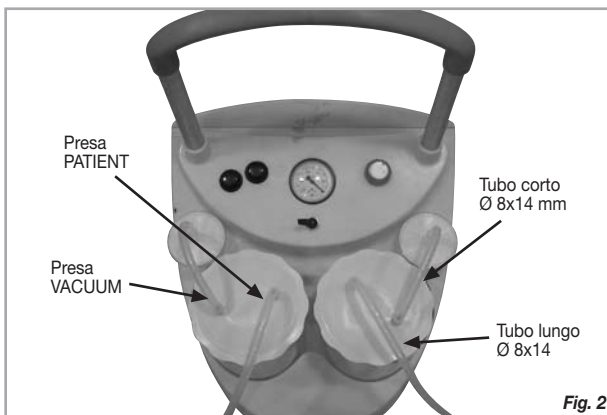

Fig. 2
1. Das Gerät laut Abbildung 2 und 2a anschließen: die Enden der sterilisierten kurzen Silikonschläuche an die Anschlussstutzen "INLET" des Absauggerätes und an den Stutzen „VACUUM“ der Behälter anschließen. Den langen Schlauch mit dem Stutzen "PATIENT" des gewählten Stopfens verbinden.